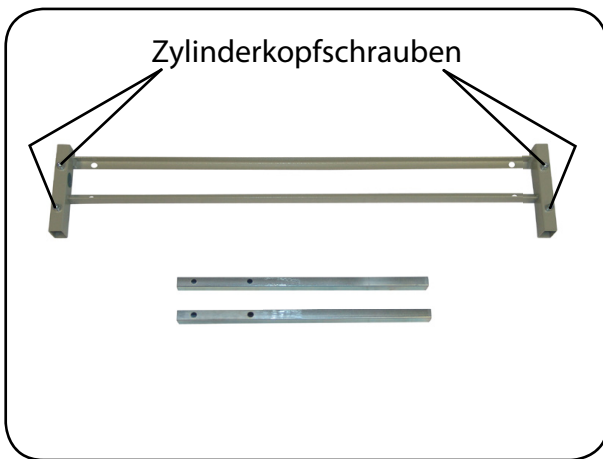

Abb. 6.6.01 – Bettverlängerung für Metallgitter
- 1x Bettverlängerung fußseitig Metallgitter oder Federleiste (Abbildung 6.6.01)
- 2x Steckinnenrohr lang (Abbildung 6.6.01)
- 4x Zylinderkopfschrauben M8 x 45 in Bettverlängerung montiert (Abbildung 6.6.01)
1. Entfernen Sie die vier Zylinderkopfschrauben aus der Bettverlängerung (Abbildung 6.6.01).